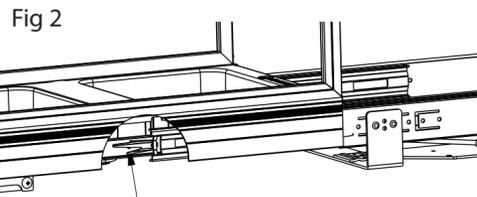

Fig 2
- 2) Use the #8 x 3/4" Phillips head screws provided to secure the unit to the floor. The slide system can be separated if necessary to aid in installation, but removal is not required (See Fig 1 and Fig 2).
Utilisez les vis cruciformes no 8 de 3/4 po (1,9 cm) fournies pour fixer l'unité au plancher. Vous pouvez détacher le système de coulisse au besoin pour faciliter l'installation, mais il n'est pas nécessaire de le retirer (voir la Fig. 1 et la Fig. 2).